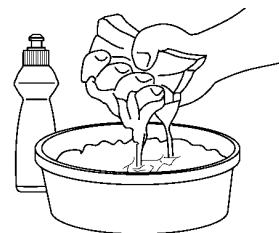

Figure 16
2. Laver le préfiltre et le filtre à air dans du produit de lessive ou du kérosène (Fig. 16).